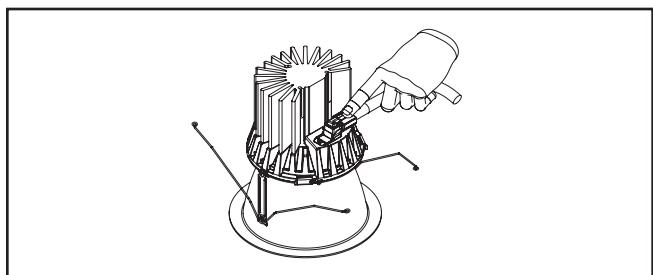

Figure 10.
10. Alignez correctement le connecteur comme indiqué en (Figure 10). Branchez la prise de débranchement rapide du luminaire sur le module.